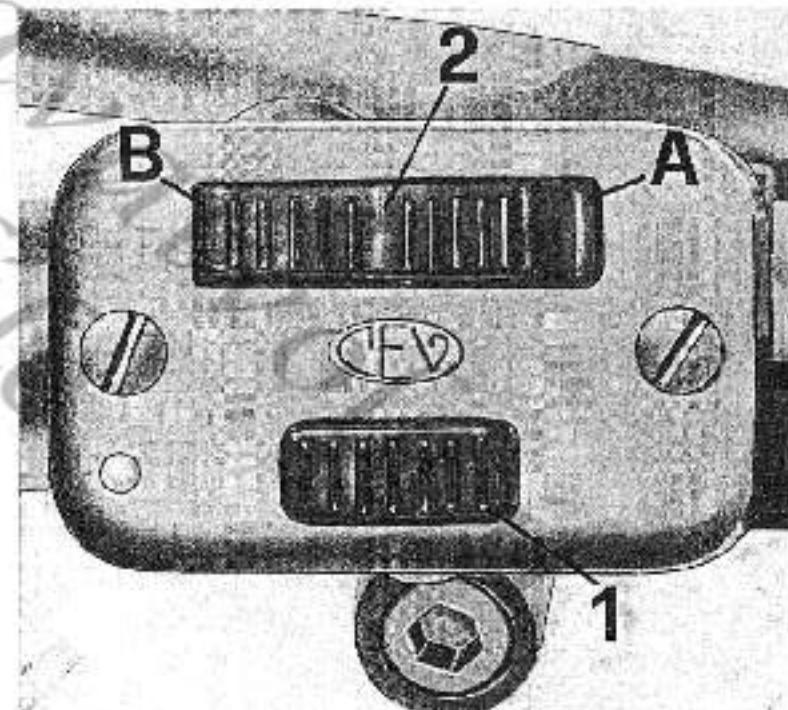

Fig. 8
**Dispositivo comando abbagliante, anabbagliante e pulsante per tromba elettrica (ved. fig. 8)**